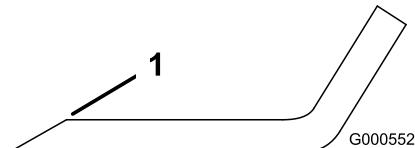
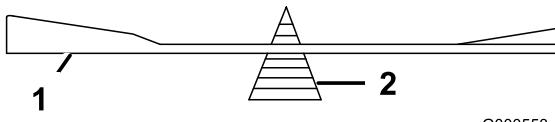

Figura 40
Figura 41
1. Utilice una lima para afilar el filo de corte en ambos extremos de la cuchilla (Figura 40). Mantenga el ángulo original. La cuchilla permanece equilibrada si se retira la misma cantidad de material de ambos bordes de corte.
2. Verifique el equilibrio de la cuchilla colocándola sobre un equilibrador de cuchillas (Figura 41). Si la cuchilla se mantiene horizontal, está equilibrada y puede utilizarse. Si la cuchilla no está equilibrada, rebaje algo el metal en la parte de la vela solamente (Figura 40). Repita